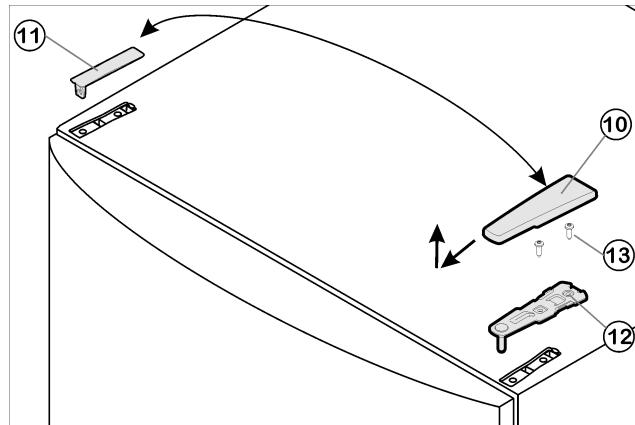

Fig. 8
- ▶ Enlever le cache Fig. 8 (10) vers l'avant et le haut.
- ▶ Retirer le cache Fig. 8 (11).
- ▶ Dévisser le Fig. 8 (12) support d'appui supérieur (2 Torx® 25) Fig. 8 (13) et retirer vers le haut.
- ▶ Placer le support d'appui supérieur *Fig. 8* (12) sur le nouveau côté charnière de porte.
- ▶ Visser le support d'appui supérieur à fond (avec 4 Nm) (2 Torx® 25) *Fig. 8* (13). Pointer les trous de vissage ou utiliser une visseuse sans fil.
- ▶ Faire encliquer le cache *Fig. 8* (11) et le cache *Fig. 8* (10) du côté opposé.